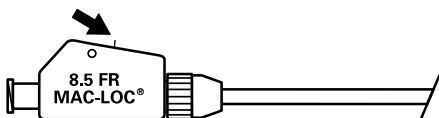

Fig. 3
- c. Klipp bort överflödig sutur. (**Fig. 3**)